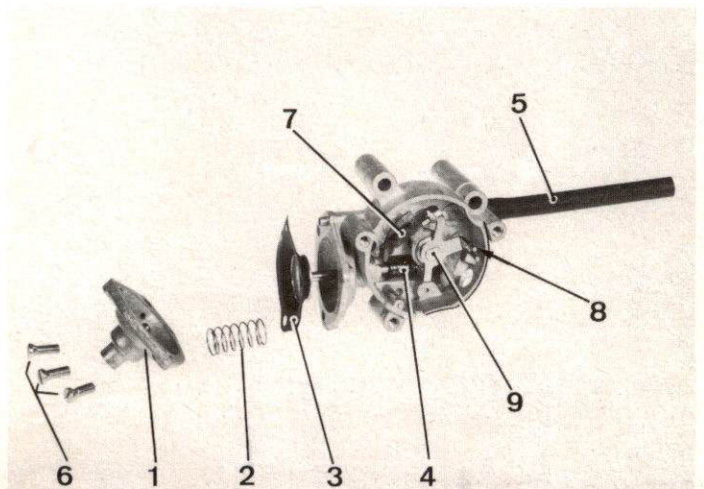

Abb. 14
- Die drei Befestigungsschrauben des **Pulldown-Deckels** (**Abb. 14**) abschrauben, die **Membrane** herausnehmen und den **Pulldown-Unterdruckschlauch** abziehen.